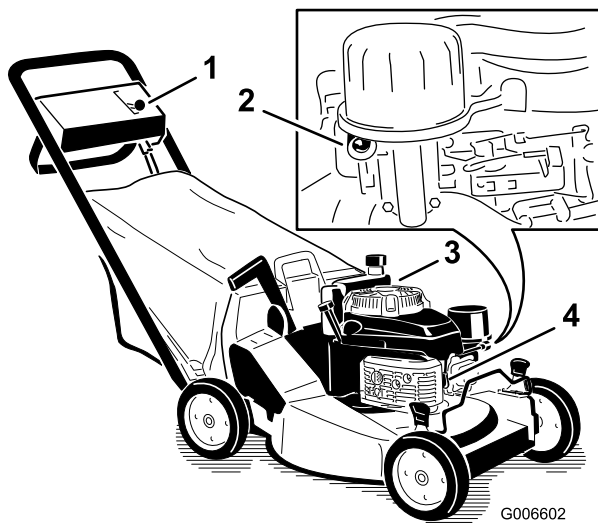

Figura 12
1. Conecte el cable de la bujía (Figura 12).
- Apriete el cebador una vez con el dedo pulgar, manteniendo la presión durante un segundo antes de soltarlo (Figura 12).